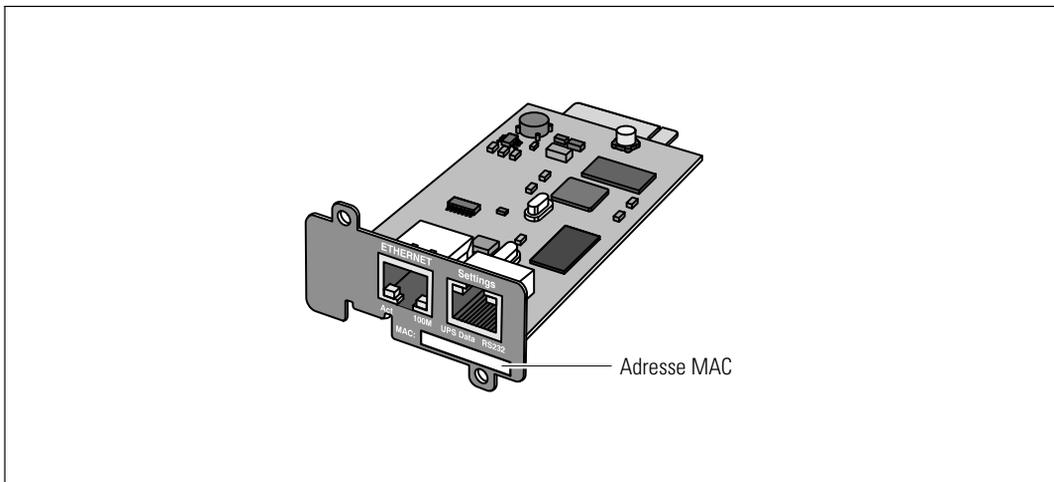

Figure 2. Emplacement de l'adresse MAC
- L'adresse MAC se situe sur l'étiquette sur la partie avant de la carte (voir Figure 2).